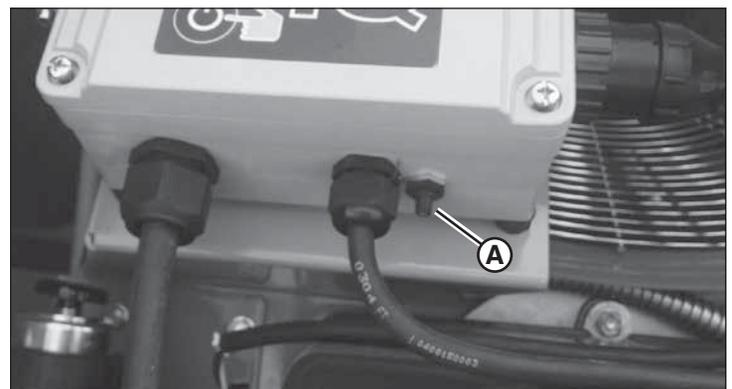

Figura 43
3. Restablezca el disyuntor del ventilador principal. Ubique y presione el botón de restablecimiento del disyuntor en la parte inferior del módulo de control (A, Figura 43).